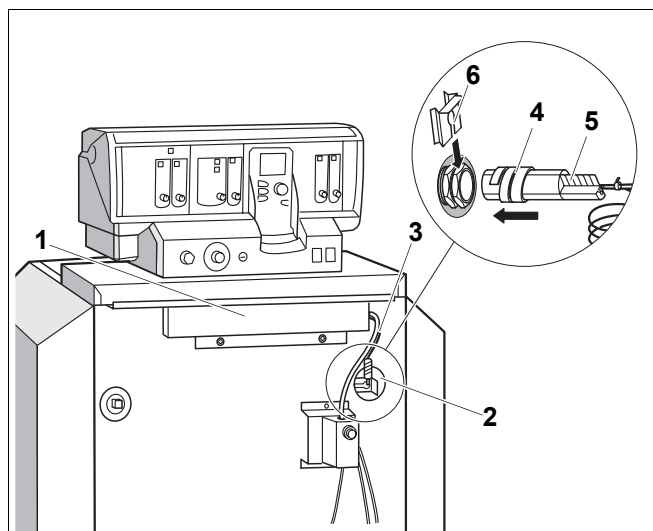

Fig. 12 Partea din față a cazanului
- Înfiletați nișa pentru cablu (Fig. 12, **Poz. 1**) cablu.
- Tuburile capilare ale senzorului de temperatură și, la sistemul de reglare Logamatic conducta senzorului de temperatura a apei cazanului sub capacul din față al cazanului trebuie introduse în față (Fig. 12, **Poz. 2**) la locul de măsurare. Strângeți-le numai în caz de nevoie.
- Introduceți conducta de ardere (Fig. 12, **Poz. 3**), de sub capacul din față al cazanului în spate la partea de conectare a aparatului de reglare.
- Introduceți senzorul de temperatură până la opritor în teaca de imersie (Fig. 12).
- Spirala din material plastic (Fig. 12, **Poz. 4**) se deplasează automat înapoi. Pana de echilibrare (Fig. 12, **Poz. 5**) trebuie întordusă în teaca de imersie.
Siguranța senzorului (Fig. 12, **Poz. 6**; Modalități de livrare a aparatului de reglare) apăsați din lateral sau de sus pe buton (Fig. 12, vezi săgeată).